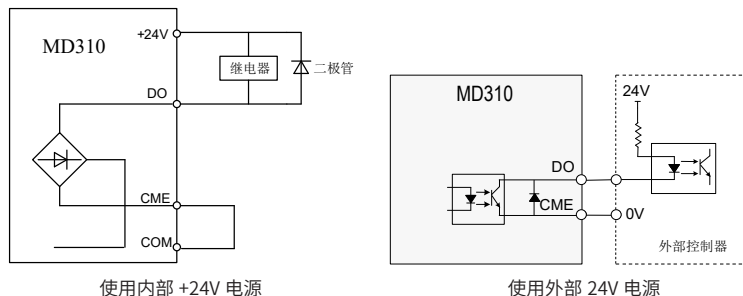

图 3-18 数字输出端子接线示意图
- 1) 一定要正确安装吸收二极管的极性。如图 3-18。否则当数字输出端子有输出时，马上会将直流 24V 电源烧坏。